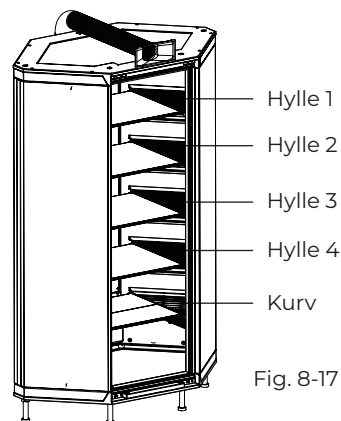

Fig. 8-17
1. Ta ut hyllene og kurvene i pakken. Vær oppmerksom på retningen til kurvene og hyllene, som vist i fig. 8-17.
3. Ta ut glidestopperne (silikonpads) til glasshyllene (3-5). På begge sider av kurvene og foran og bak på hyllene må det festes en av hver, som vist i fig. 8-17.